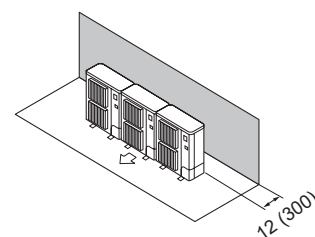

Fig. 2-11
- ① Obstacles à l'arrière (Fig. 2-11)